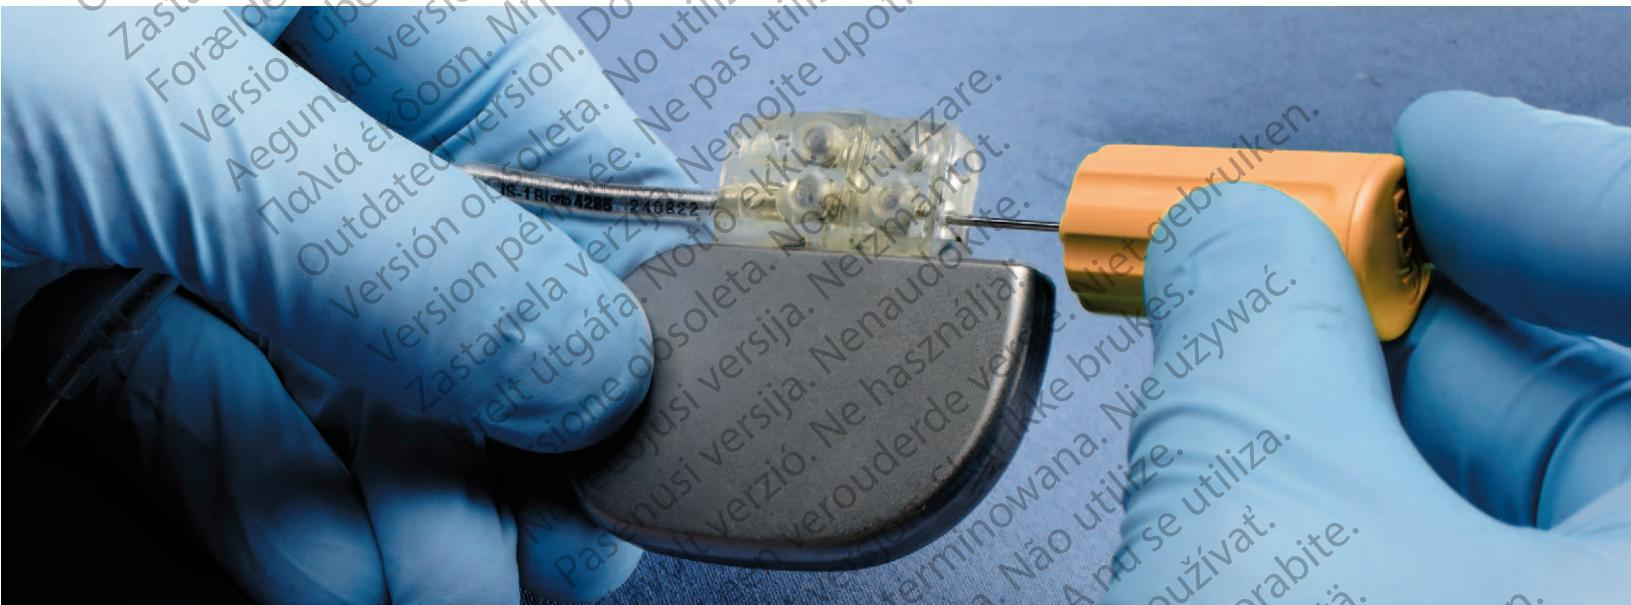

Figura 9. Empuje el extremo terminal del cable fuera del conducto descubierto.
6. Tras acceder al conducto del cable, utilice la llave dinamométrica o unas pinzas para empujar la clavija fuera del cabezal mientras tira simultáneamente con suavidad del terminal del cable (Figura 9).